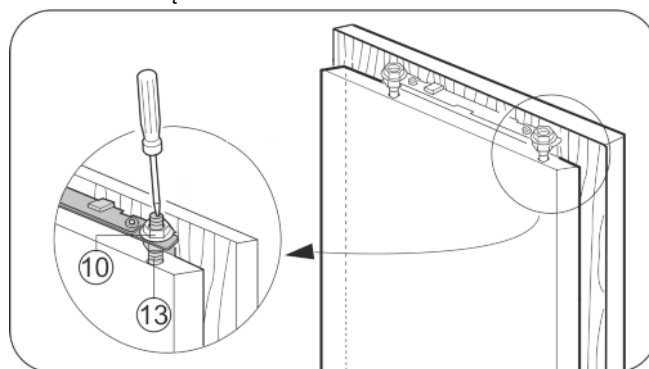

Fig. 30
- ▶ Dokręcić nakrętki zabezpieczające Fig. 30 (10) za pomocą klucza sześciokątnego 13, przytrzymując przy tym śrubokrętem sworznie regulacyjny Fig. 30 (13).